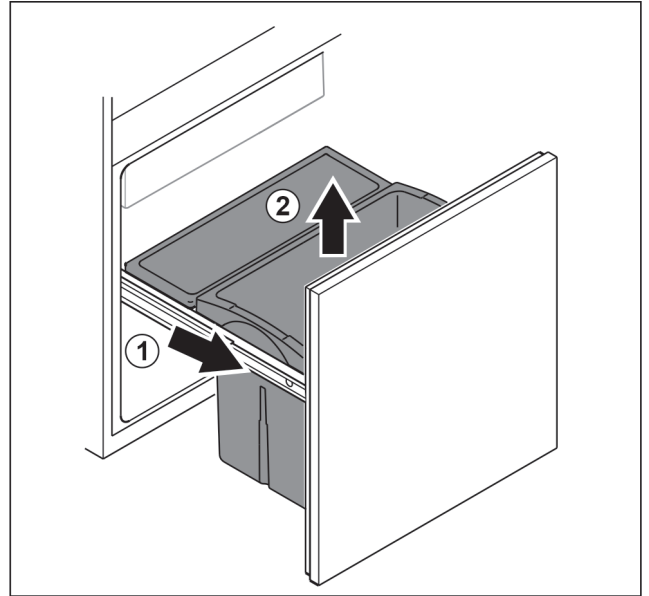

Fig. 155
- ▶ Auszugswagen bis zum Anschlag herausziehen. Fig. 155 (1)
- ▶ Schubfach nach oben entnehmen. Fig. 155 (2)